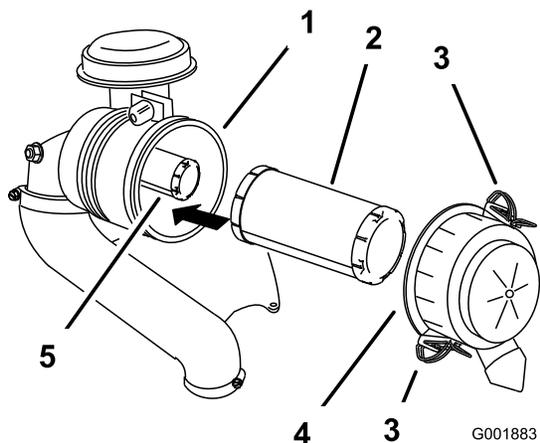

Figure 39
3. Ouvrez les dispositifs de verrouillage du filtre à air et détachez le couvercle du corps du filtre (Figure 39).
5. Sortez le préfiltre du corps du filtre avec précaution (Figure 39).
2. Si vous remplacez l'élément de sécurité, insérez-le avec précaution dans le corps du filtre (Figure 39).
3. Placez ensuite le préfiltre sur l'élément de sécurité avec le même soin (Figure 39).
4. Remettez en place et verrouillez le couvercle du filtre à air (Figure 39).